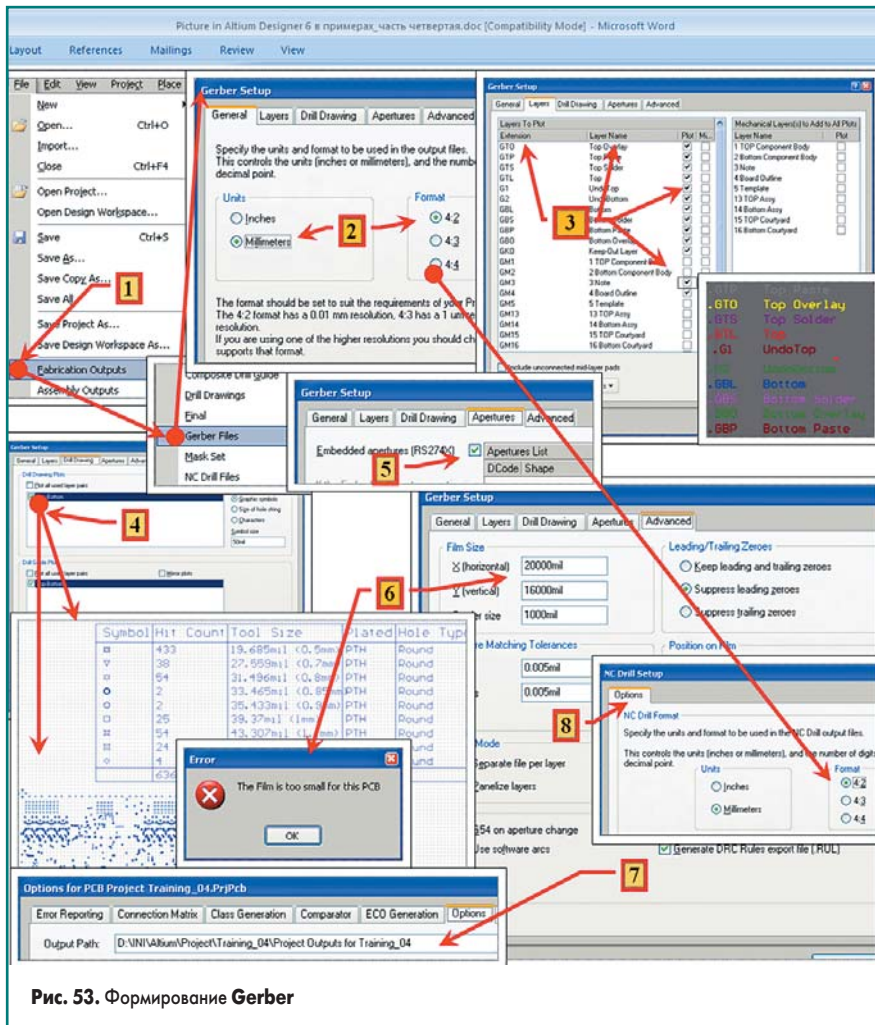

Рис. 53. Формирование Gerber
Итак, для создания Gerber-файлов поступим следующим образом (рис. 53):
- В результате у нас будут созданы как CAM-файл, так и Gerber-файлы по отдельности. Последние располагаются в папке **/Project Outputs for Training_04**, которую мы ранее указали в настройках проекта (сноска 7 на рис. 53).
- Теперь покажем процесс формирования файлов сверловки. Командой **File/Fabrication Output/NC Drill Files** вызываем окно **NC Drill Gerber Setup**, где устанавливаем значения **Unit** и **Format** (сноска 8, рис. 53) такие же, как и для Gerber-файлов.